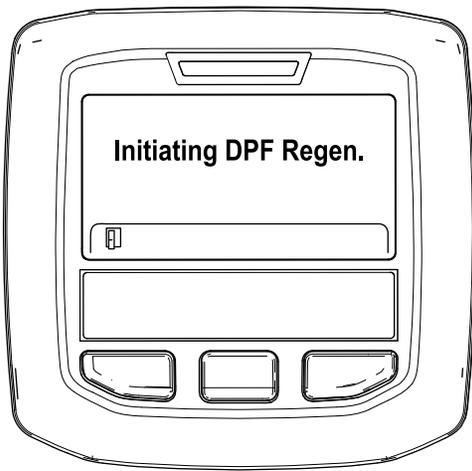

Рисунок 47
- A. На дисплее появится сообщение «Initiating DPF Regen.» («Начало регенерации DPF») (Рисунок 47).